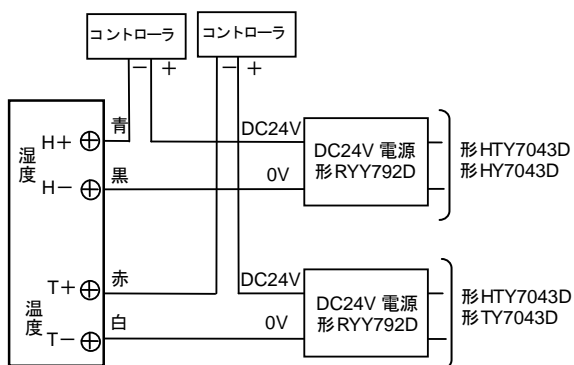

図15 DC電源タイプ (2線式)結線図
- (3) 本体ユニットの出力リード線と外線(負荷側)を接続します(図15参照)。
- (1) サーモプレートに付属されている取付プレートを、壁内の取付ボックスカバー(JIS C8340:1999スイッチボックス用取付寸法83.5mm)に取り付けます。
- (2) サーモプレートを取付プレートに取り付けます。
- (3) サーモプレート取付キット本体をサーモプレートに取り付けます。
- (4) 本体ユニットの出力リード線と外線(負荷側)を接続します(図15参照)。